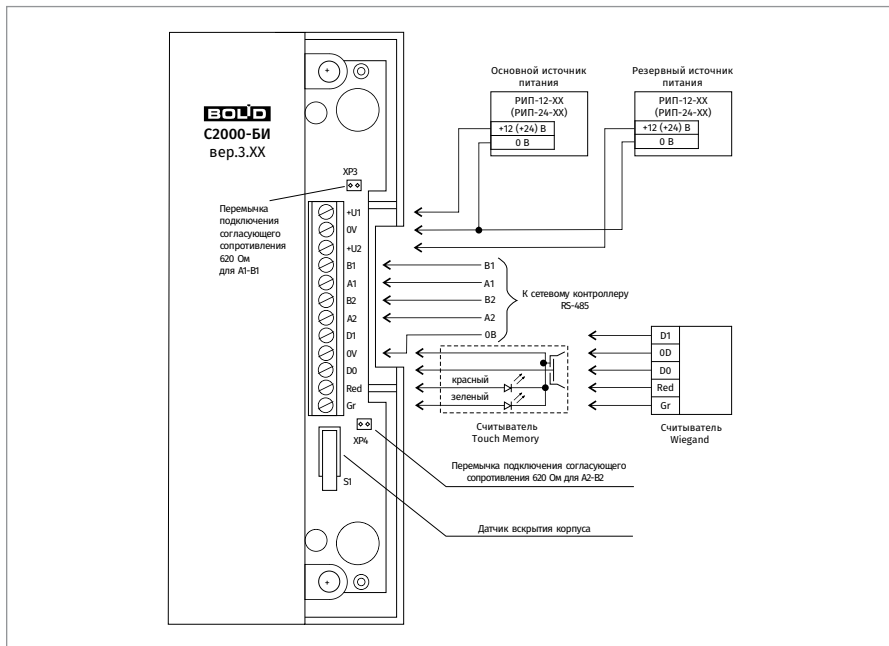

Рисунок 1. Схема внешних соединений блоков «С2000-БИ», «С2000-БИ исп.02», «С2000-БКИ»
2. Подключение соединительных линий выполняйте в соответствии с проектной документацией и схемой на Рисунок 1.